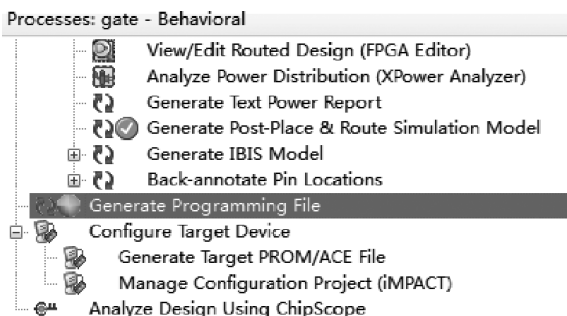

图 3.65 产生比特流选项
- (1) 在 View 面板中,将单选按钮从 Simulation 切换到 Implementation。
- (2) 选择 gate.v 文件(对于 Verilog HDL 设计者)或者 gate.vhd 文件(对于 VHDL 设计者)。
- (3) 如图 3.65 在处理子窗口中,双击 Generate Programming File(生成编程文件)。